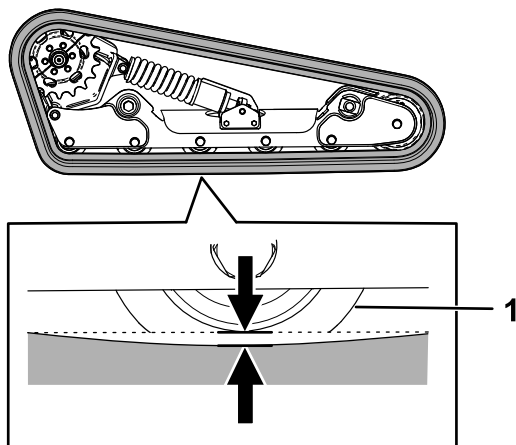

Figura 56
Eleve/apoye 1 lado de la máquina y, con el peso de la oruga, compruebe que el espacio entre la parte inferior del reborde de la rueda de rodaje y la oruga es de 1,3 cm, tal y como se muestra en la Figura 56. Si no es así, ajuste la tensión de las orugas usando el procedimiento siguiente.
5. Usando una llave de carraca de $\frac{1}{2}$ ", gire el tornillo tensor hasta que la flexión de la oruga sea de 1,3 cm, tal y como se muestra en la Figura 56.
9. Compruebe que la flexión de la oruga es de 1,3 cm, tal y como se muestra en la Figura 56. Ajústelo si es necesario.
la flexión de la oruga sea de 12,7 mm, tal y como se muestra en la Figura 56.
25. Compruebe que la flexión de la oruga es de 1,3 cm, tal y como se muestra en la Figura 56.